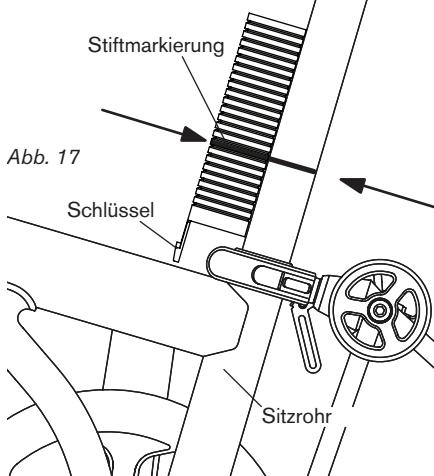

Abb. 17
- Platzieren Sie den Einsatz kopfüber gegen die Stütze an der Oberkante des Sitzrohrs wie abgebildet (Abb. 17) und markieren Sie die Kerbe im Einsatz, die der Markierung auf der Sattelstütze am nächsten ist.